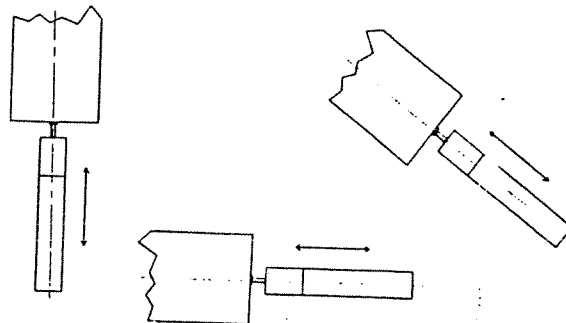

Fig. 2
2. Quando misurate la testa e l'adattatore devono essere in linea con l'oggetto da misurare (fig. 2)